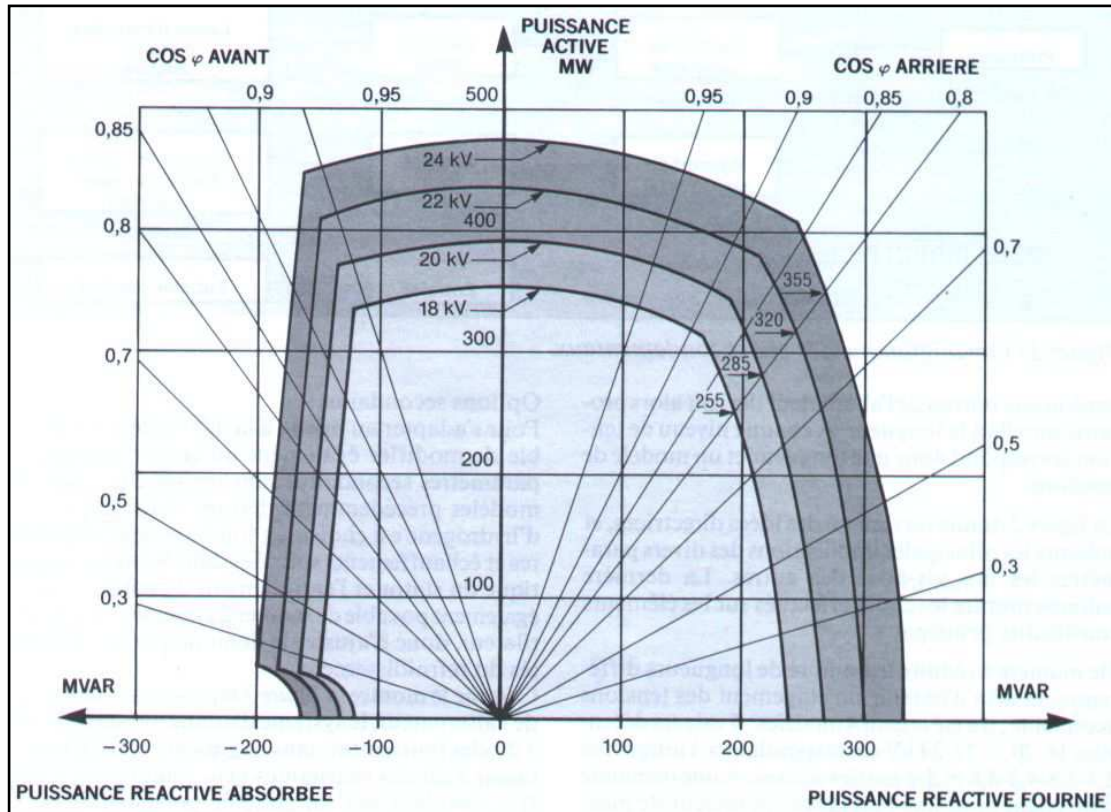

Fig. 1 : Diagramme des puissances actives et r actives d'une ancienne gamme de turboalternateurs Alstom (JM. Guillard, R. Damiron, Revue Alstom N  7 - 1987).
- 4.3. Dans le diagramme puissance active - puissance r active d'un turboalternateur, tel que celui de la Fig. 1 ci-dessus, quels sont les 3 ph nom nes physiques qui imposent les limites de fonctionnement ?
La Fig. 1 donne les possibilit s de 4 turboalternateurs semblables, dont les circuits magn tiques ont des longueurs diff rentes, ce qui implique des tensions diff rentes aux bornes.